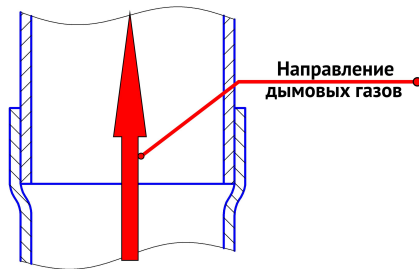

Рисунок 4. Монтаж дымового канала "по конденсату"
**Внимание!** Завод рекомендует производить сборку дымового канала, согласно схеме (по конденсату) (рис. 4.)